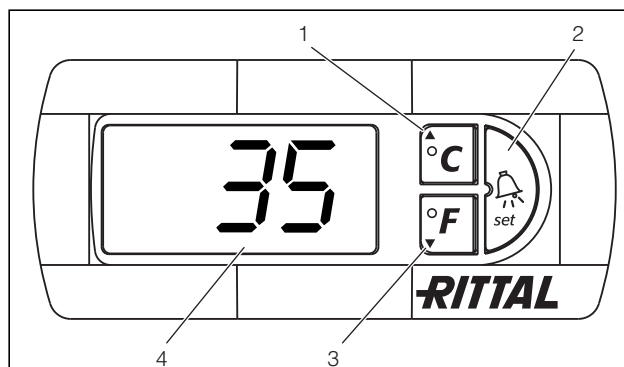

Рис. 21: Сообщения дисплея и анализ системы е-комфортного контроллера
е-комфортный контроллер оснащен 7-сегментным дисплеем (рис. 21, № 4). После включения электропитания на нем в течение примерно 2 сек. отображается актуальная версия программного обеспечения. В нормальном режиме работы дисплей отображает температуру (в градусах Цельсия или
Программирование агрегата производится кнопками 1 – 3 (рис. 21). Параметры программирования также отображаются на дисплее.
- Нажмите одновременно кнопки 1 и 2 (рис. 21) и удерживайте мин. 5 сек.
Кнопки 1, 2 и 3 (рис. 21) позволяют изменять параметры в заданных диапазонах (мин. значение, макс. значение).